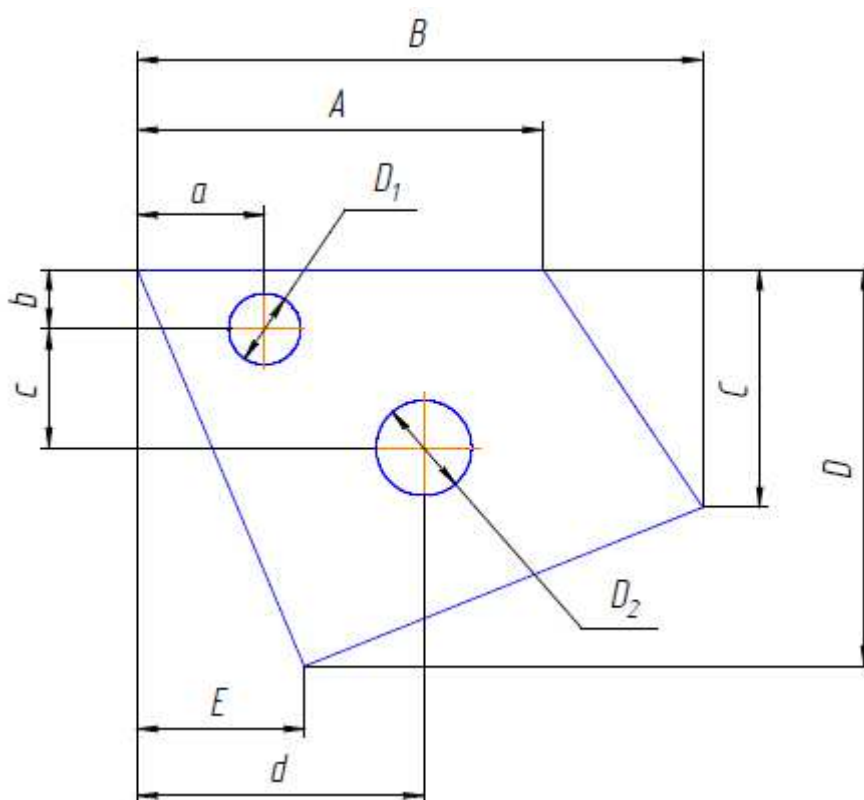

Рис. 16.
1. Выполните чертеж, рис. 16, по заданным размерам, табл. 2.